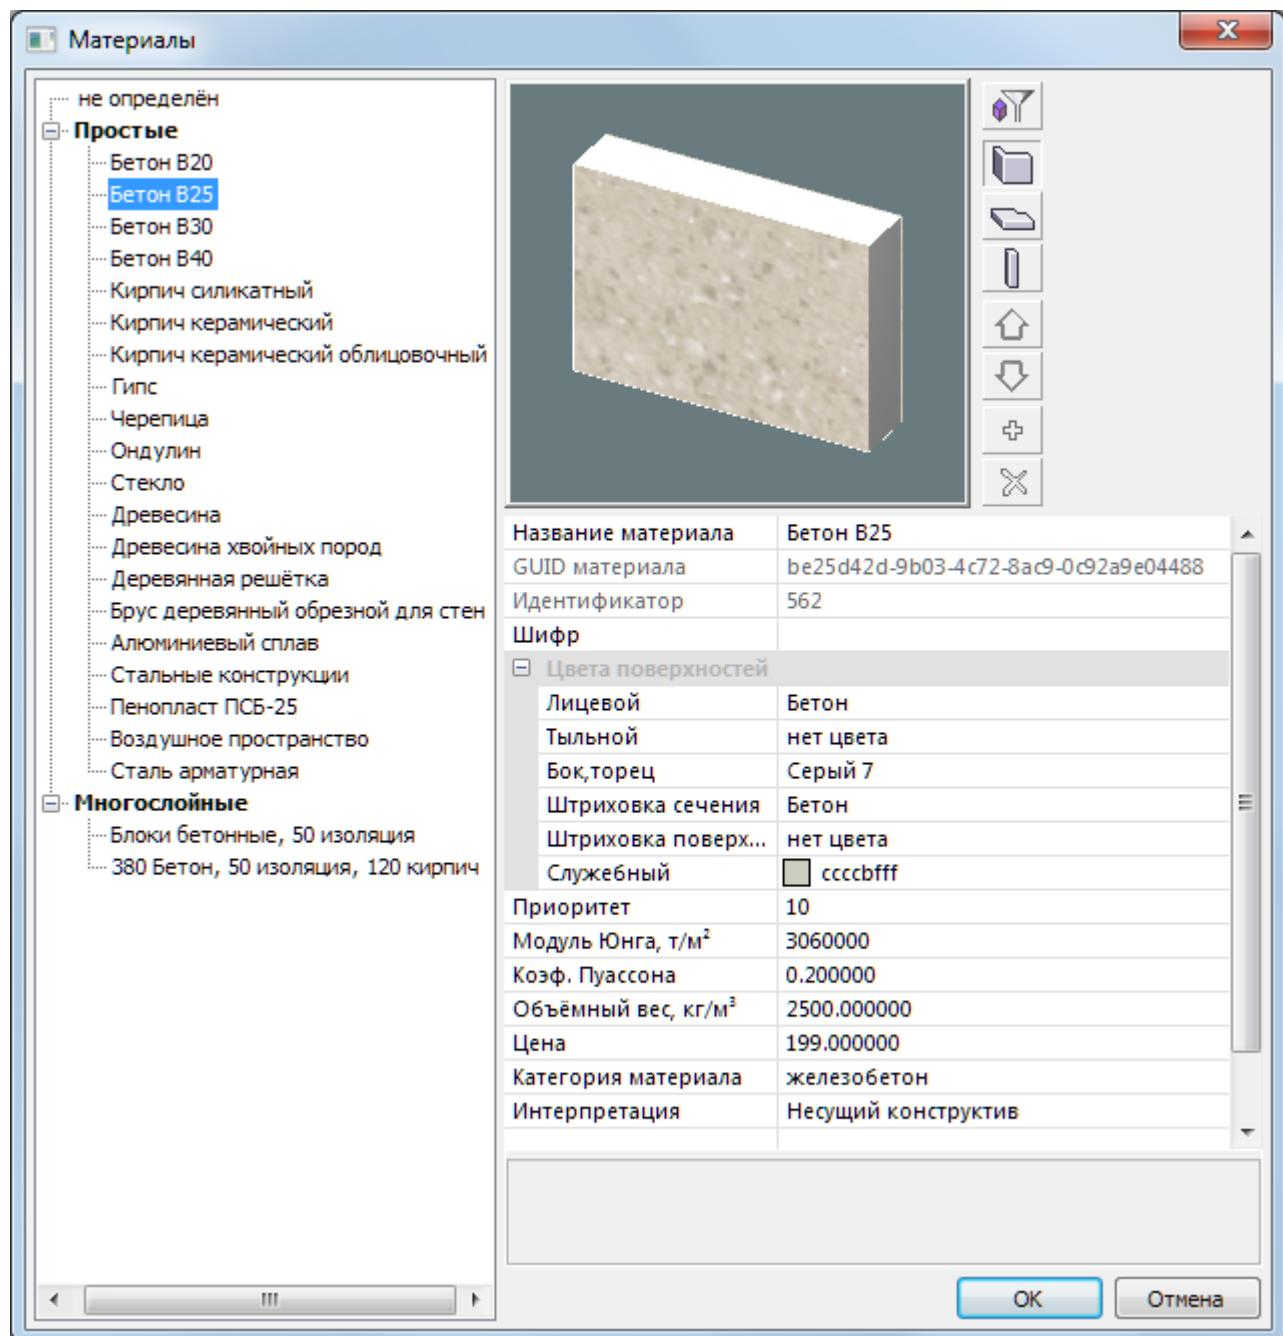

Рис.3.4. Диалоговое окно **Материалы**
- В открывшемся диалоговом окне **Материалы** (рис.3.4) выберите из списка материал **Бетон B25**.